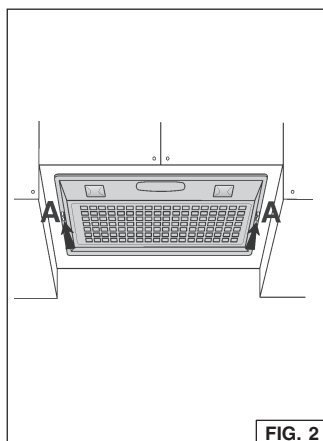

FIG. 2
1. Retirer la grille en faisant glisser les deux loquets latéraux « A » (Fig. 2).
Pour enlever le filtre à graisses, faire glisser les deux (2) loquets latéraux « A » (Fig. 2) et retirer la grille; puis enlever les fils métalliques et le filtre à graisses (Fig. 9).
1. Retirer la grille en glissant les deux loquets latéraux « A » (Fig. 2).